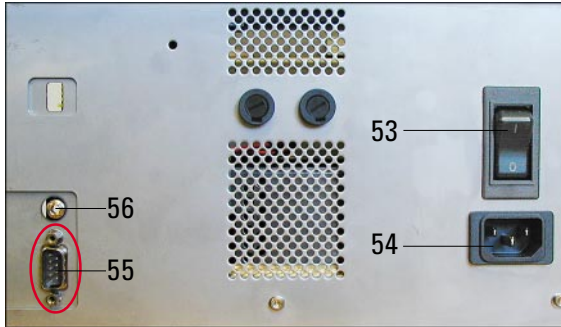

Fig. 19
- Mettre l'appareil sous tension en utilisant l'interrupteur situé sur la face arrière de l'appareil. (voir (53) dans Fig. 19)
- Ouvrir le couvercle (5) situé à gauche de l'appareil en appuyant sur l'angle supérieur gauche.
- Extraire de l'appareil la cartouche du produit de nettoyage (57), vers la gauche.